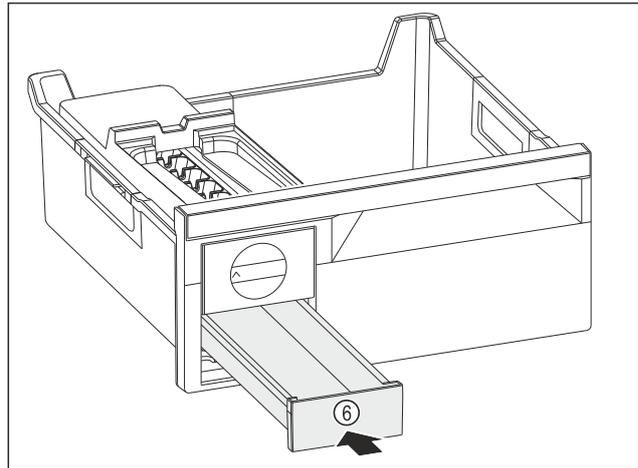

Fig. 90
- ▶ Eiswürfelschubfach Fig. 90 (6) einschieben.